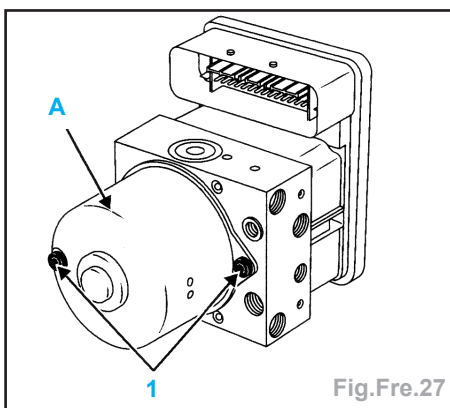
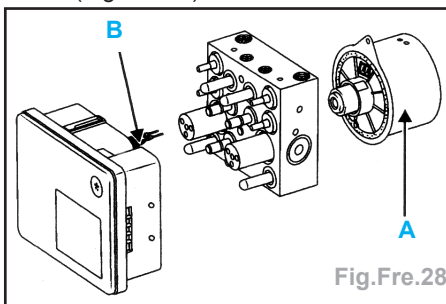

Fig.Fre.27
Fig.Fre.28
- Déposer, en maintenant la pompe hydraulique (A) plaquée sur l'unité de modulation (Fig.Fre.27) :
- les deux vis (1) sur la pompe hydraulique,
- lors de la repose d'un nouveau calculateur, il ne faut pas oublier de fixer la fourchette d'interconnexion (B) entre l'unité de modulation de pression et le calculateur (Fig.Fre.28).